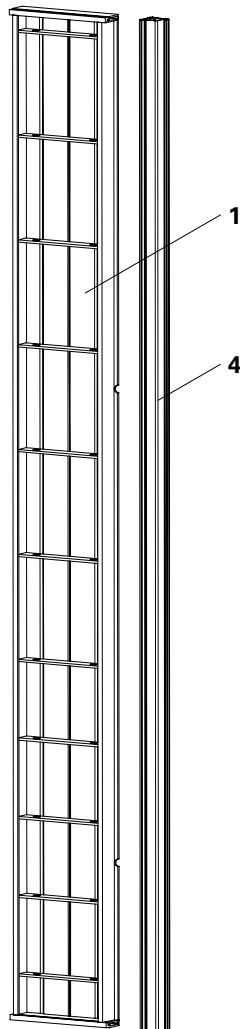

Fig. B3.01
1. Preparare il telaio per parete UNO Plus (1) e il profilo dell'angolo esterno UNO Plus (4). (Fig. B3.01)
2. Inserire il profilo dell'angolo esterno UNO Plus (4) nel profilo del bordo del telaio per parete UNO Plus (1). (Fig. B3.01)
- Il profilo dell'angolo esterno UNO Plus (4) appoggia sul profilo inferiore e superiore del telaio per parete UNO Plus (1).